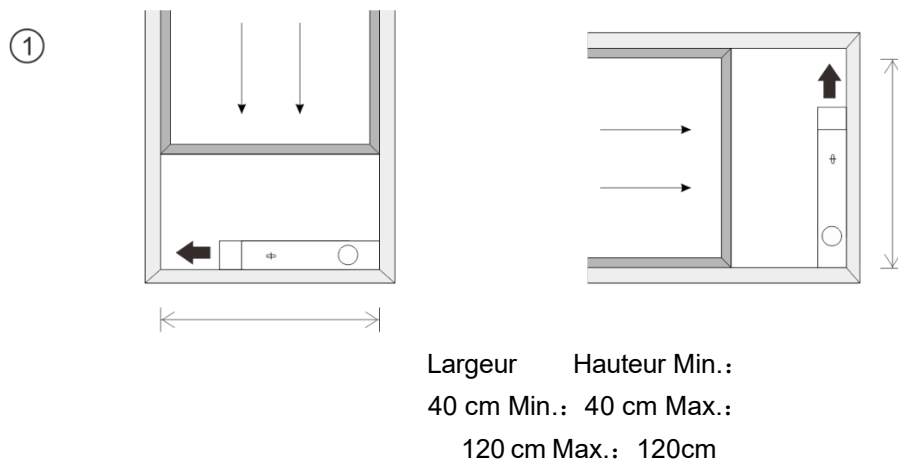

Figure 4 Figure 4a
L'adaptateur de fenêtre peut être installé « horizontalement » ou « verticalement », comme illustré aux Figures 4 et 4a. Vérifier si la taille de l'adaptateur est suffisante pour recouvrir l'aire ouverte de la fenêtre, avant d'entreprendre l'installation.
1. Installer l'adaptateur de fenêtre sur celle-ci (voir Figures 4 et 4a).